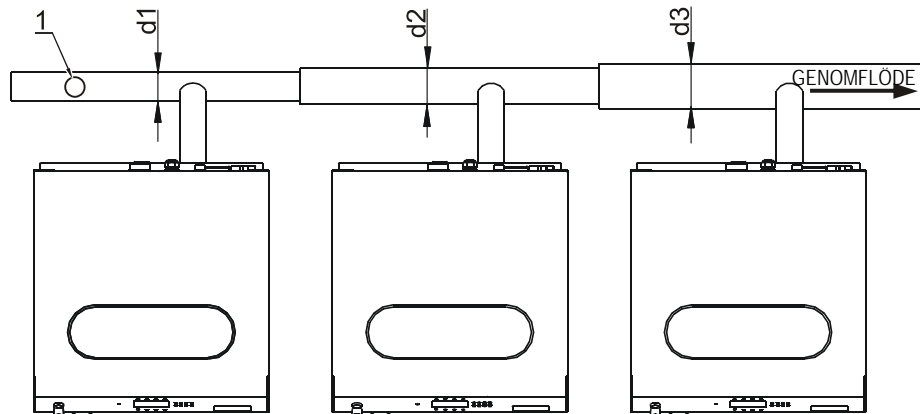

Fig. 24 Rekommenderad avloppsrördiameter
- Huvudavloppsledning måste ha kapacitet för att kunna ta emot avloppsvatten från alla ihopkopplade maskiner på gång. På varje 20 meter måste ett medel installeras på avloppsrör, se fig. 24., pos. 1, för att få bort lukt. Om du inte kan bli av med lukten på ett tillfredställande sätt installera ett medel på vardera maskin för att få bort lukt. Vid varje anslutning av en ny maskin ökar avloppsrördiameter eller bredd något mer. Se fig. 24., $d1$, $d2$, $d3$.